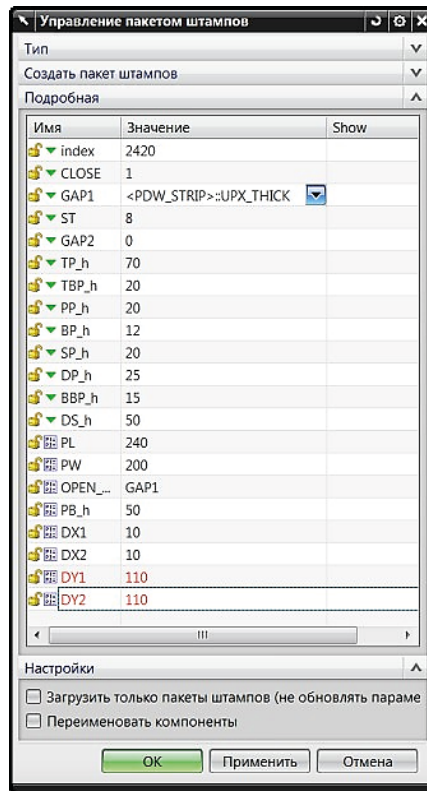

Рис. 7.17. Настройки таблицы «Подробная»
13. Задайте новые значения параметров плит пакета в разделе **Подробная** (рис. 7.17). Если параметр таблицы не должен быть изменен на следующих этапах редактирования, необходимо запретить изменение щелчком по изображению замка («закрытый замок»). Открытый замок позволяет изменять параметры таблицы. Значения параметров можно вводить самостоятельно либо выбирать из предложенных строк ввода.